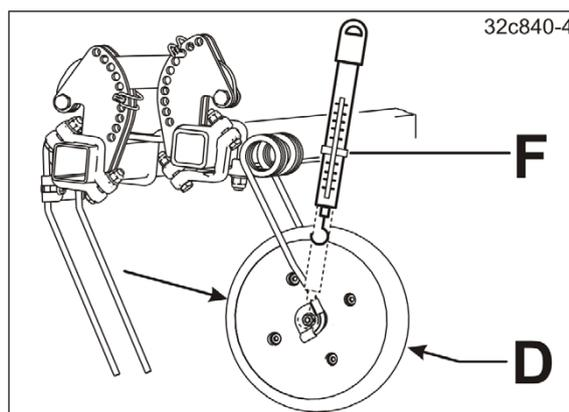

Fig. 144
6. Comprobar la presión del rodillo contra el suelo, p. ej. con una balanza de resorte (véase Fig. 144).